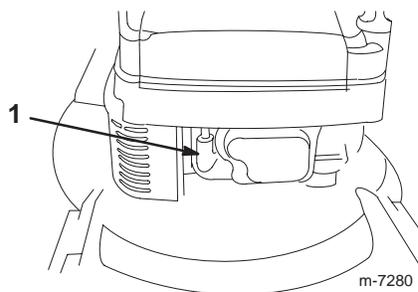

Figure 11
1. Branchez la bougie (Fig. 11).